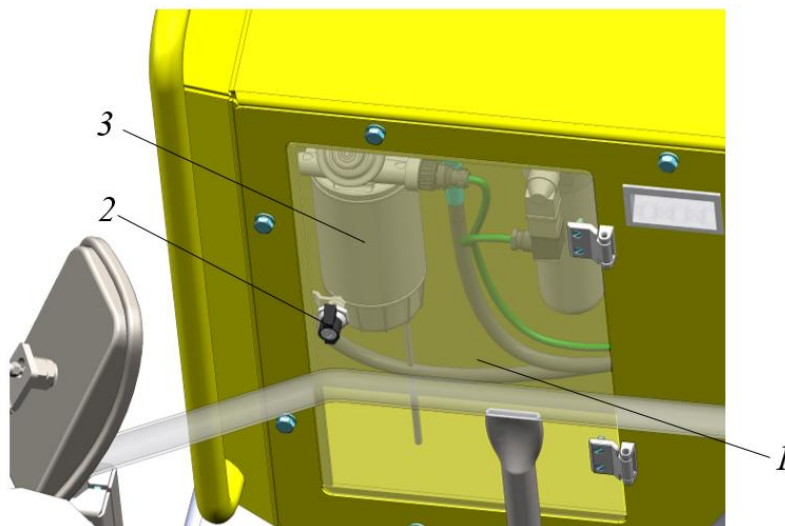

Рисунок 5.12. Фильтр предварительной очистки топлива
Фильтр предварительной очистки топлива размещен в ящике спереди, справа, см. рис. 5.12.
- ▶ Открыть поворотный замок 2, открыть дверцу ящика 1. Дверца открывается на себя, рис. 5.12.
- ▶ Закрыть дверцу ящика 1, закрыть замок 2, рис. 5.12.